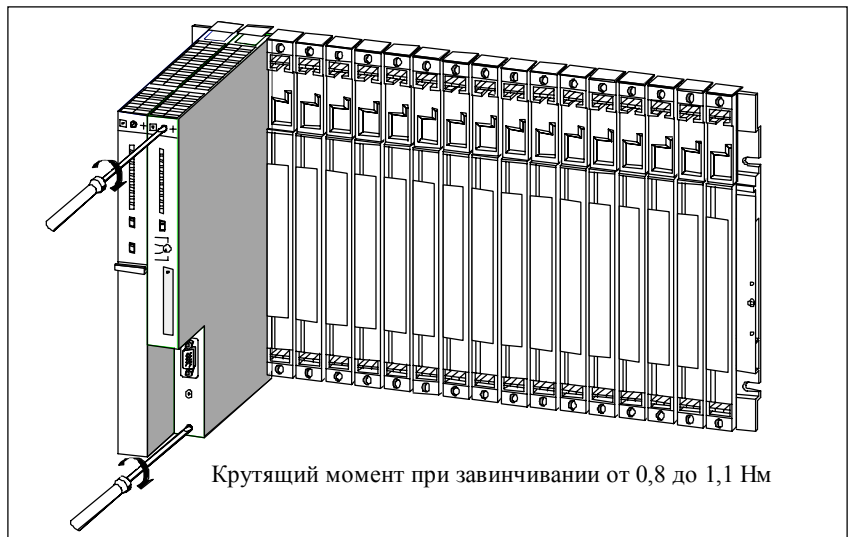

Рис. 5-11. Привинчивание модулей
5. Закрепите верхний и нижний винты модуля, прилагая усилие от 0,8 до 1,1 Нм (см. рис. 5-11). Для крепления модулей тройной ширины используются по два винта сверху и снизу.
На рис. 5-11 показано, как нужно привинчивать модули.